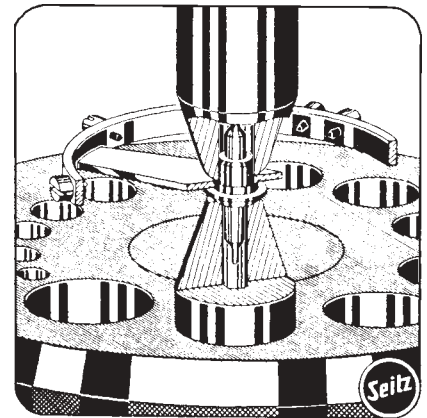

Abb. 54
a) Dient zum Vernieten von unterdrehenden Teilen wie Unruhwellen, Trieben usw. (Abb. 54, 55)